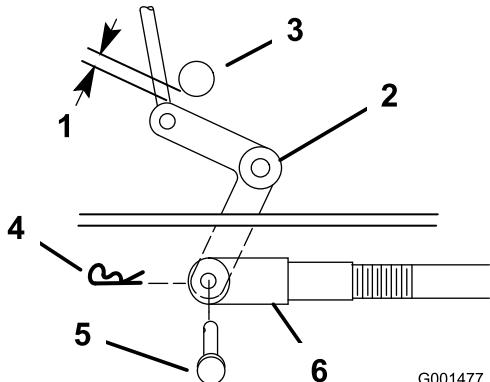

Figure 33
- Vérifiez l'écartement entre l'axe coudé et l'arbre de sortie de transmission (Figure 33).
- Tournez la chape dans le sens horaire sur la tige pour accroître l'écartement, et dans le sens antihoraire pour le réduire (Figure 33).
Remarque: Si le bras d'assistance ne touche pas la butée avant du tablier de coupe (Figure 34 ou Figure 35), réglez la chape de sorte à rapprocher le levier coudé de l'arbre de sortie de transmission (Figure 33).